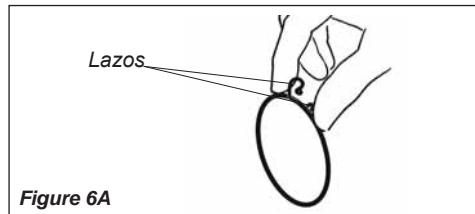

Figura 6A
4. Instale el soporte del cable del acelerador un poco adelante de la abrazadera de 102 mm. Consulte la figura 6A y 6B.